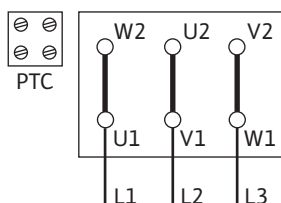

Fig. 10: Y-Δ-start
- De netaansluiting is afhankelijk van het motorvermogen P2, de netspanning en het inschakeltype. De vereiste schakeling van de verbindingsbruggen in de klemmenkast vindt u in de volgende tabel en Fig. 10, 11 en 12.